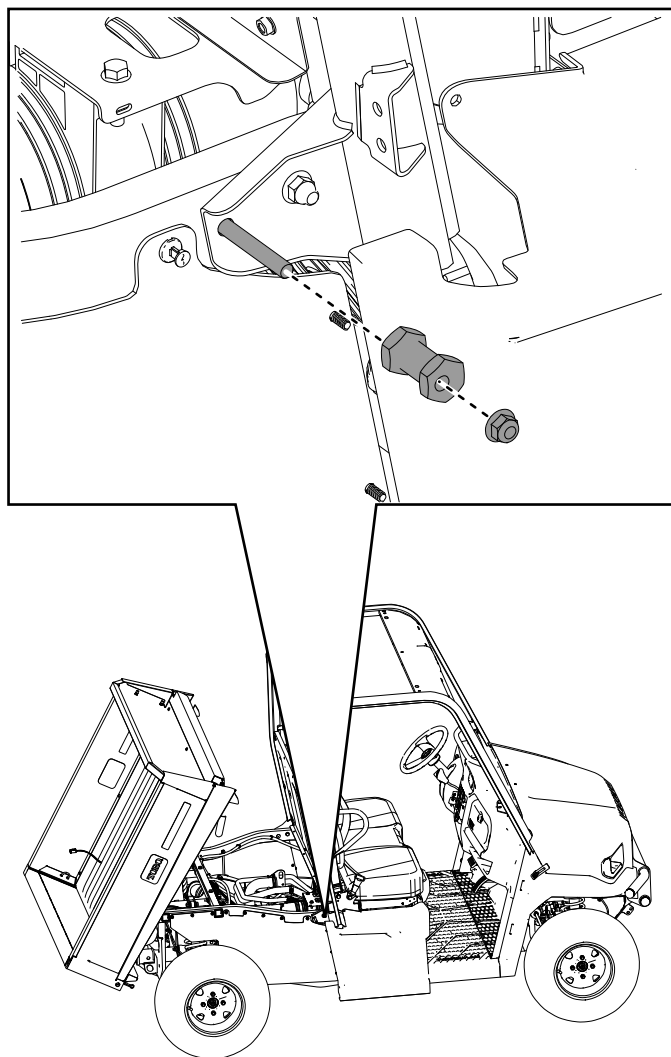

Figura 25
20. Installate i dadi di bloccaggio rimossi in precedenza ($\frac{3}{8}$ " e i perni di chiusura ai tubi posteriori destro e sinistro del telaio (Figura 25).